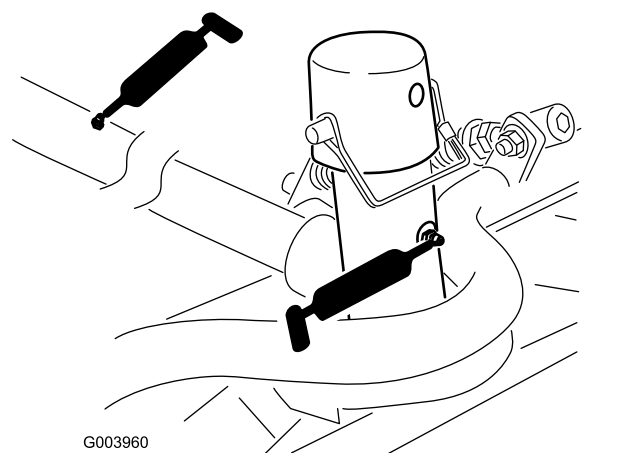

Рисунок 46
- Оси поворота подъемного рычага (по 1 шт.) (Рисунок 46)
- Несущая рама и ось поворота режущего блока (по 2 шт.) (Рисунок 46)